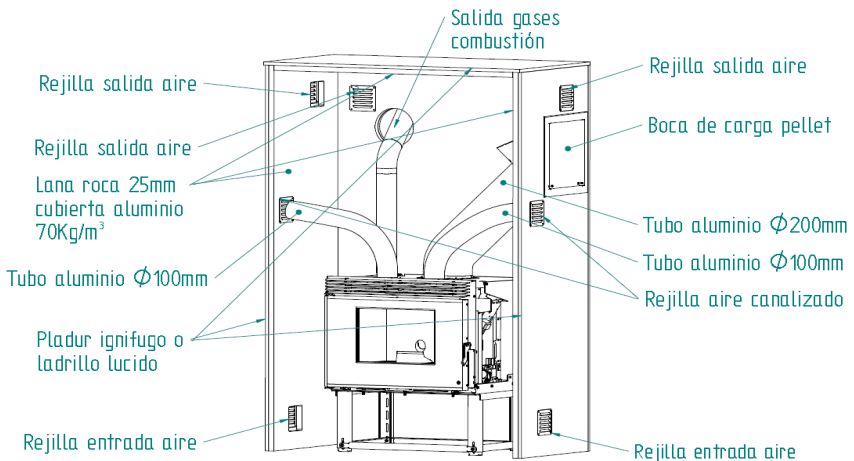

Figura 19 – Colocación equipo
- En el ejemplo de la Figura 19 se ve como se han colocado los tubos que canalizan la salida de aire caliente a la misma habitación donde está instalado el insertable, pero se podrían instalar para que lleven aire caliente hasta habitaciones cercanas. La longitud máxima de los tubos de canalización sin instalar una caja de extracción es 3-4m.